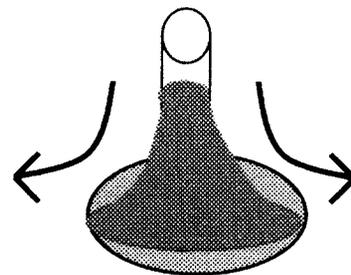

Fig. 2 富士山型についてのハンダのイメージ
- ハンダが溶けて液状になり、「水がしみ渡るようにジワーと広がって行く」感じが良い (Fig. 2)。